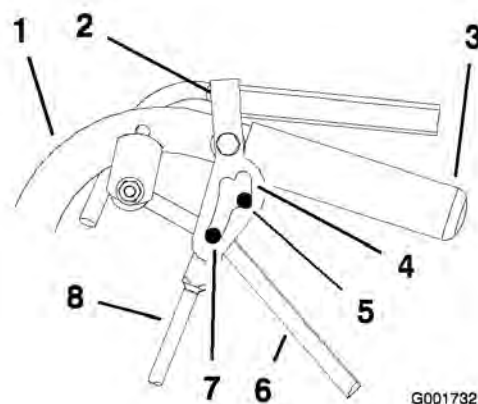

Figure 54
5. Déverrouillez et verrouillez le point mort en vérifiant que la roue ne tourne pas (Figure 54). Continuez cette procédure jusqu'à ce que la roue arrête de tourner.